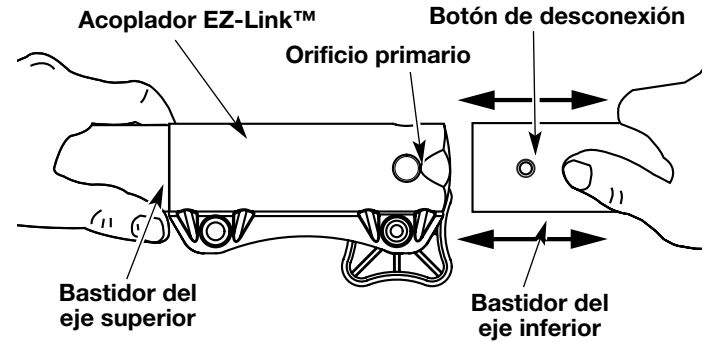

Fig. 23
2. Mientras sostiene el accesorio con firmeza, empujelo en línea recta en el acoplador EZ-Link™ (Fig. 23).